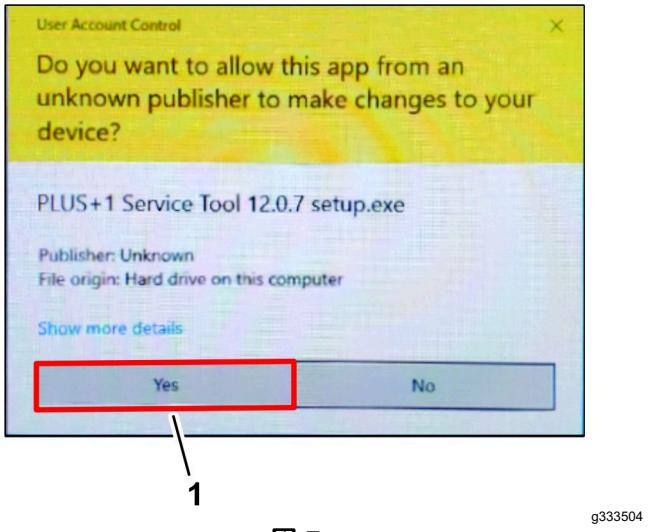

図 7
- ユーザー アカウント制御ダイアログ ボックスが表示された場合は、はいボタン(図 7)をクリックする。